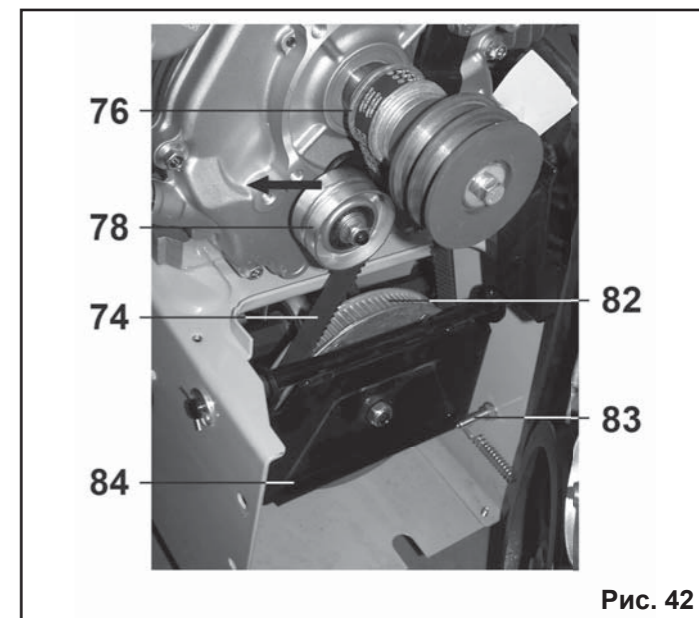

Рис. 42
**9.17. Замена ремня привода колес/гусениц (Рис.42)**